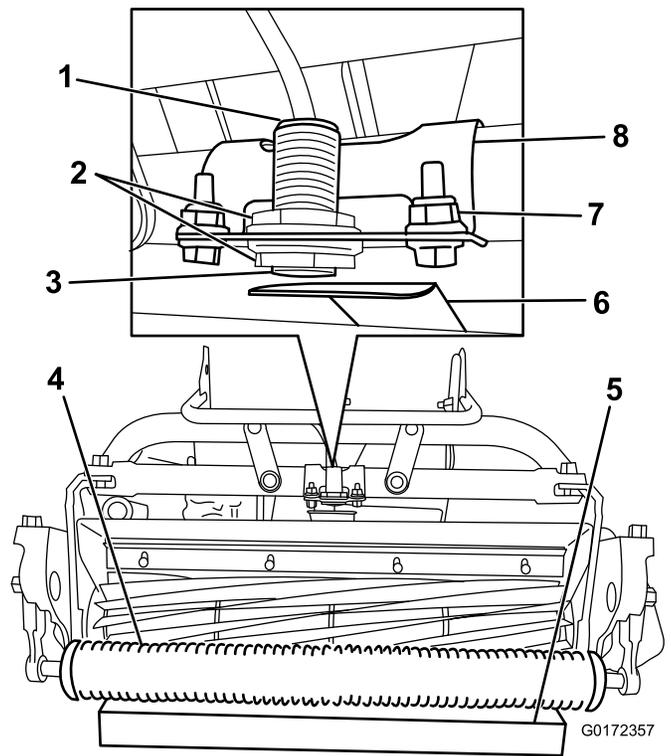

Figura 14
2. Afloje las contratuerca del sensor y ajuste el sensor hasta que quede visible una rosca por debajo de la contratuerca inferior (Figura 14).
4. Coloque un bloque de 3,8 cm debajo del rodillo delantero de la unidad de corte (Figura 14).
5. Afloje los pernos que sujetan el soporte del sensor al bastidor (Figura 14).
8. Gire el soporte del sensor hacia la placa objetivo hasta que se encienda la luz situada encima del sensor (Figura 14). Si ya estaba encendida, gírelo hacia fuera hasta que se apague la luz, y luego en el sentido contrario justo hasta que se encienda.